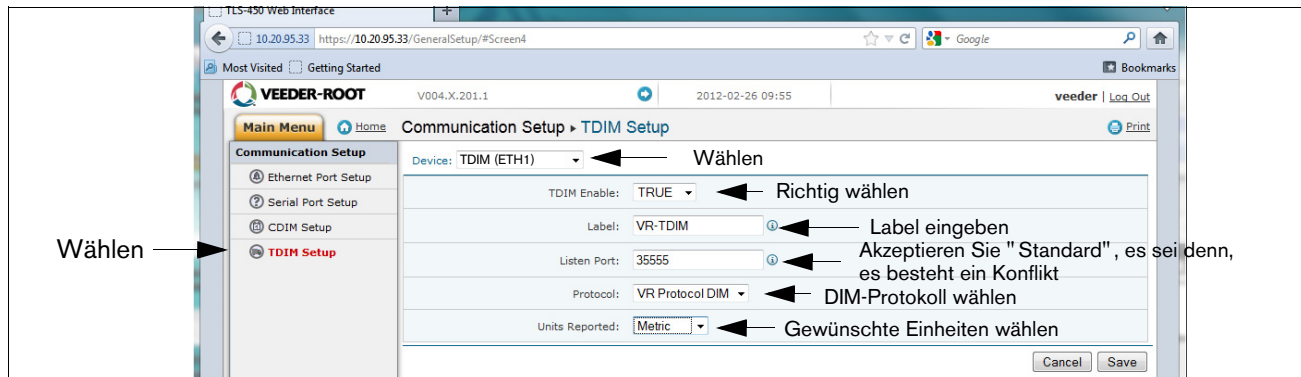

Abbildung A-8. TDIM-Einrichtung
10. Wählen Sie "TDIM"-Setup. Wählen Sie im Dropdown-Menü "TDIM (ETH1)" aus. Wählen Sie in der Dropdownliste "TDIM Enable" RICHTIG aus und geben Sie einen Namen ein (maximal 20 Zeichen). Wählen Sie anschließend das verwendete DIM-Protokoll und klicken Sie auf "Save". Akzeptieren Sie den Standard-Listen-Port (es sei denn, es besteht ein Konflikt mit einem anderen Gerät) und wählen Sie die gewünschten Einheiten aus (siehe Beispiel in Abbildung A-8.). Klicken Sie anschließend auf die Schaltfläche "Save", um diese Einstellungen zu übernehmen.